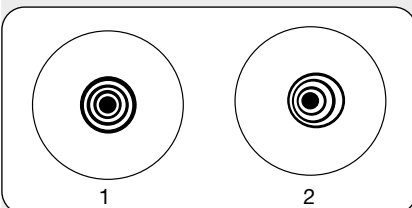

Abb. 32: richtige (1) und falsche (2) Kollimation.
5. Fahren Sie das Bild langsam aus dem Fokus heraus, bis Sie mehrere Kreise um das Zentrum des Sterns sehen. Wenn Schritt 1 bis 3 richtig durchgeführt wurden, werden Sie konzentrische (zueinander zentrierte) Kreise erkennen (1, Abb. 32).
Bei einem nicht sorgfältig kollimierten Gerät werden Sie exzentrische Kreise entdecken (2, Abb. 32). Justieren Sie mittels der drei Kollimationsschrauben am Gehäuse des Hauptspiegels solange, bis die Kreise innerhalb und ausserhalb des Fokus konzentrisch sind.
Wichtig ist nur, dass zum Schluss der Hauptspiegelkollimation die Konterschrauben mehrfach der Reihe nach mit viel Gefühl festgezogen werden, denn diese halten den Hauptspiegel nun verkippungsfrei in der optimal ermittelten Position in der Hauptspiegelzelle. Überprüfen Sie dabei immer das Kollimationsbild Abb. 32 (man sagt auch Beugungsbild).